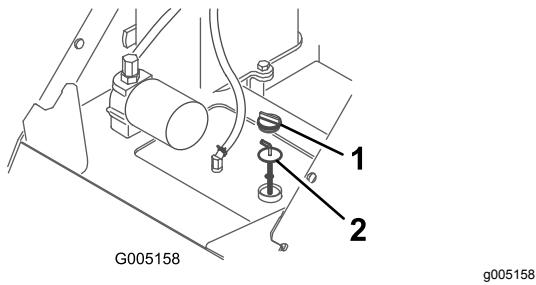

Рисунок 34
- Очистите зону вокруг заливной горловины и крышки гидравлического бака (Рисунок 34).
- Снимите крышку заливной горловины и проверьте уровень жидкости с помощью масломерного щупа (Рисунок 34).